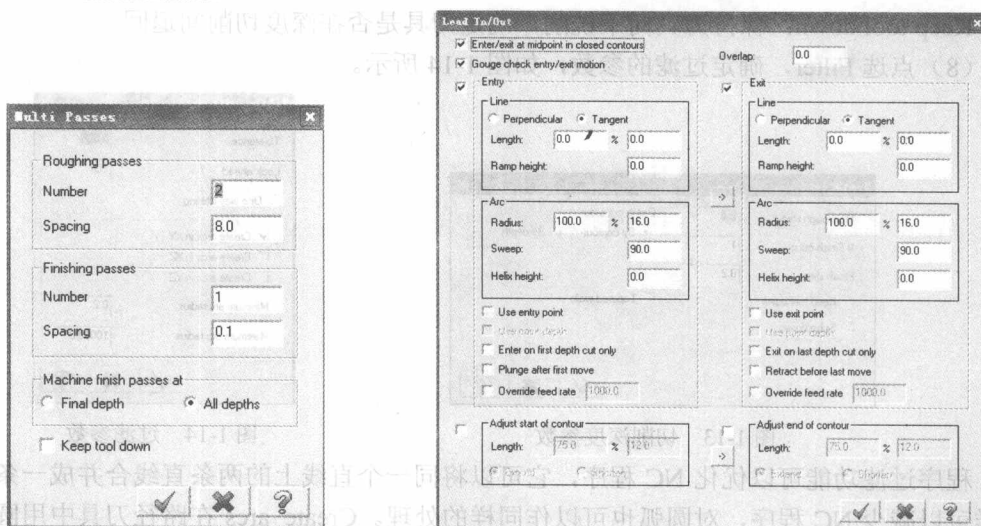

图 1-11 XY 水平分层切削参数 图 1-12 进、退刀路径参数
(5) 点选 **Multi Passes**。该参数是设置 XY 平面内的切削次数和切削用量，根据加工余量而定，如果零件材料余量较大时，单击 **Multi Passes** 按钮，会弹出如图 1-11 所示的对话框，填写内容如下。